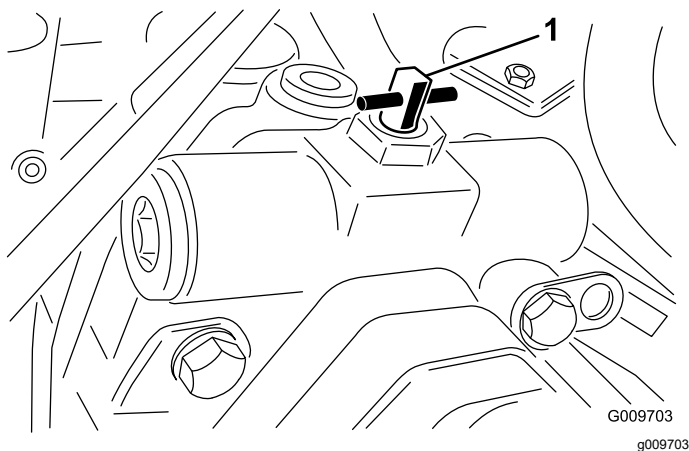

Figura 101
7. Deschideți supapa de bypass pentru tractare a pompei de tracțiune prin rotirea la 90° (un sfert de tură) în orice direcție (Figura 101).
2. Deschideți supapa de bypass pentru tractare a pompei de traciune prin rotirea la 90° (un sfert de tură) în orice direcție (Figura 101).